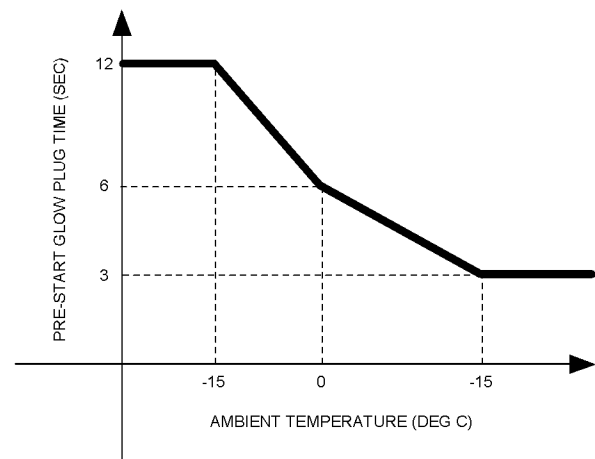

Abbildung 32
6. Den Motorstartschalter in die Stellung HEAT (VORWÄRMEN) drehen. Den Motorstartschalter in der Position HEAT (Heizen) halten (so lange wie in der Abbildung 32 beschrieben).